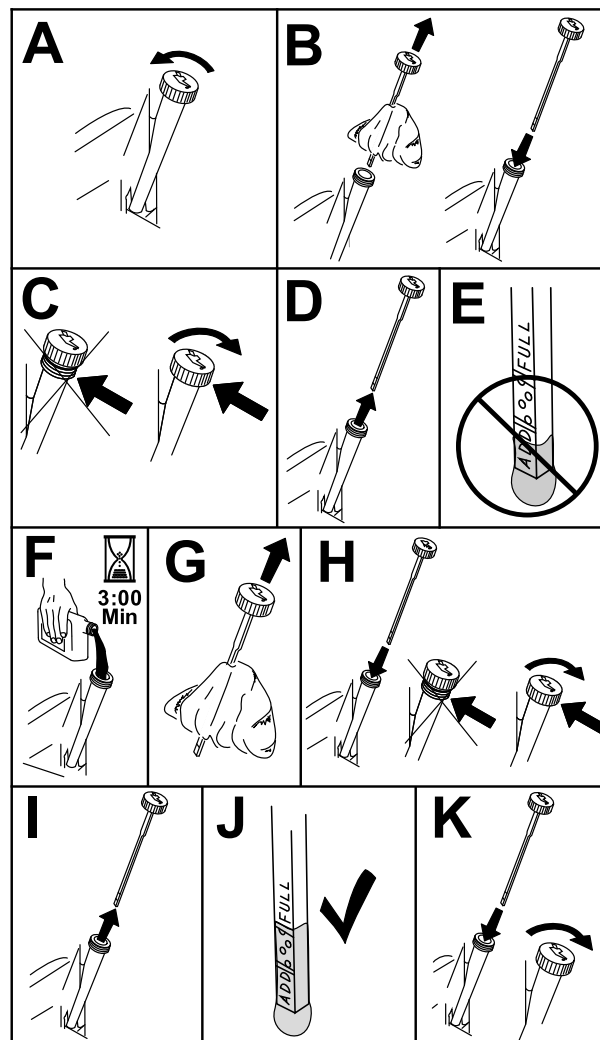

Figura 43
3. Pentru a elimina murdăria, iarba tăiată etc. departe de motor, curățați zona din jurul rezervorului de ulei și al jojei înainte de a o scoate (Figura 43).